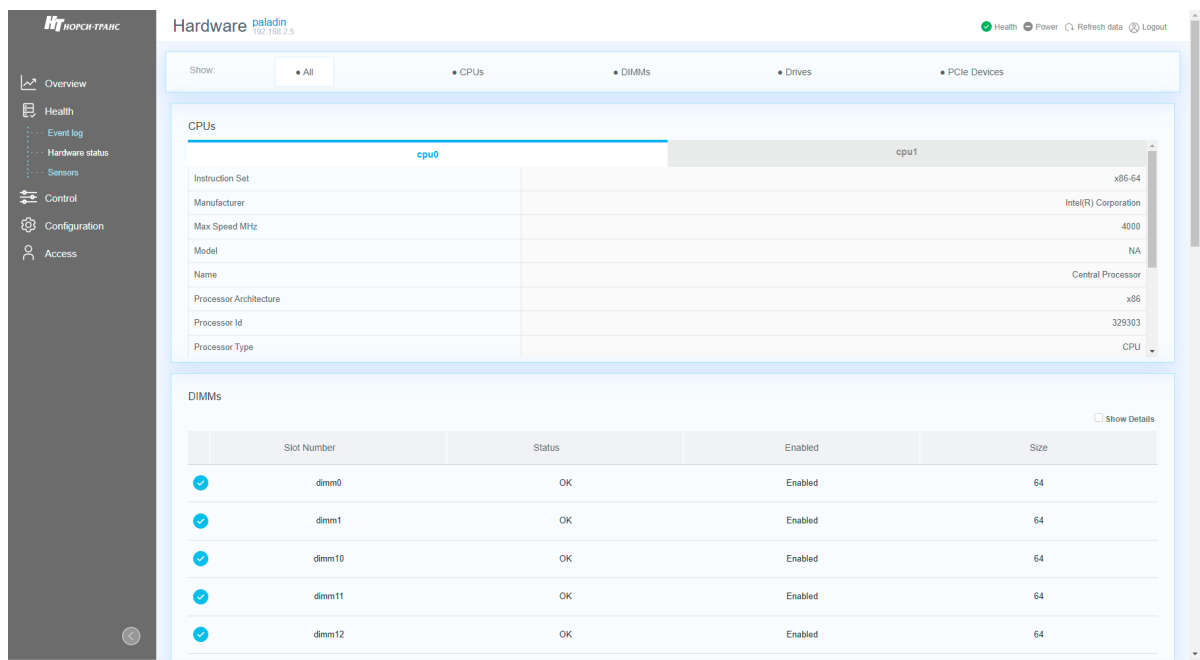

Рис. 67. Окно «Hardware status»
- 3) Пройдите во вкладку «Health» → «Hardware status» в данной вкладке отображается состояние комплектующих установленных в сервер. В поле «Show» произведите фильтрацию комплектующих для отображения состояния комплектующих. Окно показано на рис. 67 Окно «Hardware status»